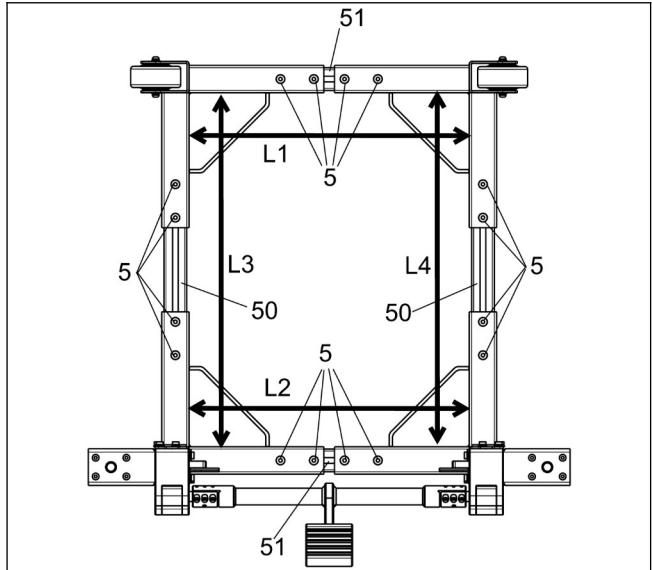

图 9
e. 松开紧固件 “5”，拉伸四周角架，使得箭头处长度比机器底座长 6.3-12.7mm；旋紧所有紧固件 “5”。（见图 9）
1. 确保图 9 所示 L1 与 L2、L3 与 L4 大致相等，若不相等，请重复步骤 e 调至相等；